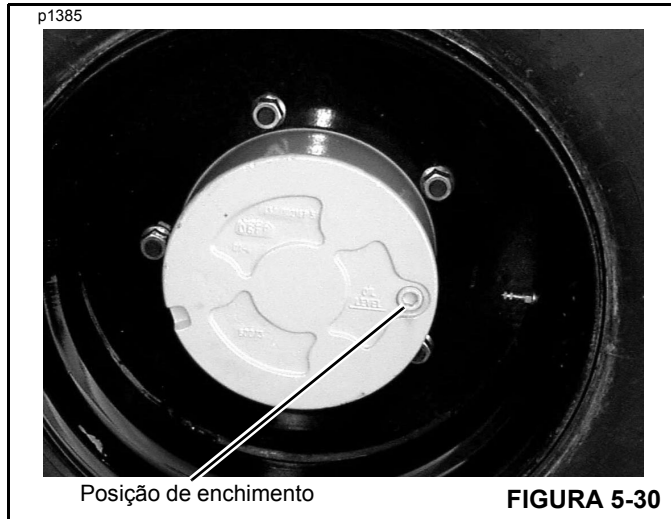

FIGURA 5-30
5. Gire o cubo da roda até que o furo do dreno esteja na posição horizontal (Figura 5-30).